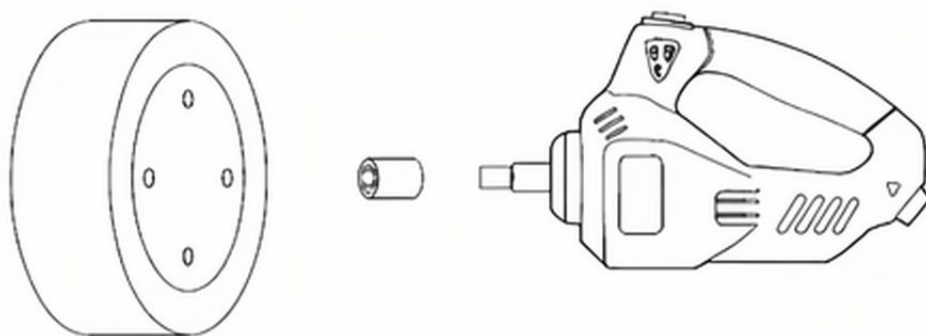

Abbildung 1
3. Wählen Sie die passende Stecknuss, um sie auf die Antriebswelle des Schraubers zu montieren (siehe Abbildung 1).